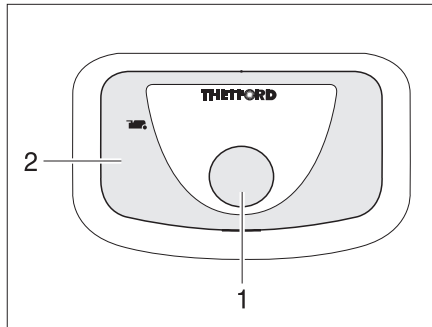

Fig. 352 Botón del inodoro/luz de control del inodoro Thetford
- Para lavar, pulsar el botón del inodoro azul (Fig. 352,1).
La luz de control (Fig. 352,2) se enciende cuando es necesario vaciar el cassette Thetford.
- Desplazar la palanca de corredera (Fig. 352,1) en sentido de las agujas del reloj. Se cierra la corredera. Para el vaciado debe estar cerrada la corredera en el inodoro Thetford.